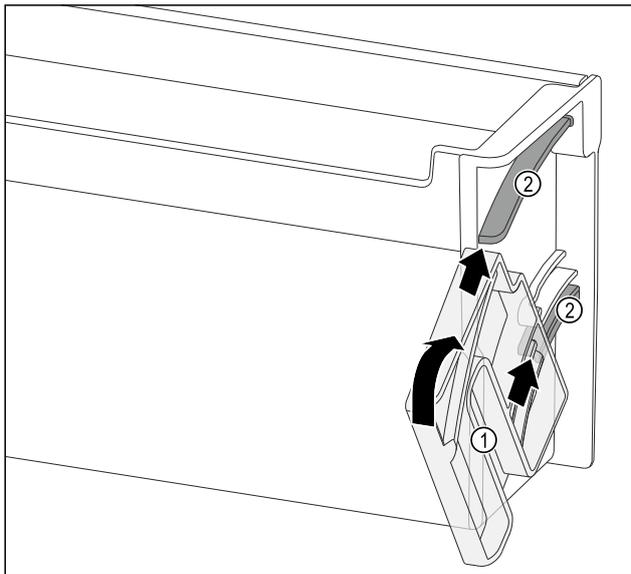

Fig. 120
- ▶ Positionner l'unité de rotation Fig. 120 (1) de manière à placer les évidements exactement en face des canaux de guidage Fig. 120 (2) du balconnet de contre-porte.
- ▶ Tourner l'unité de rotation Fig. 120 (1) dans le sens indiqué.